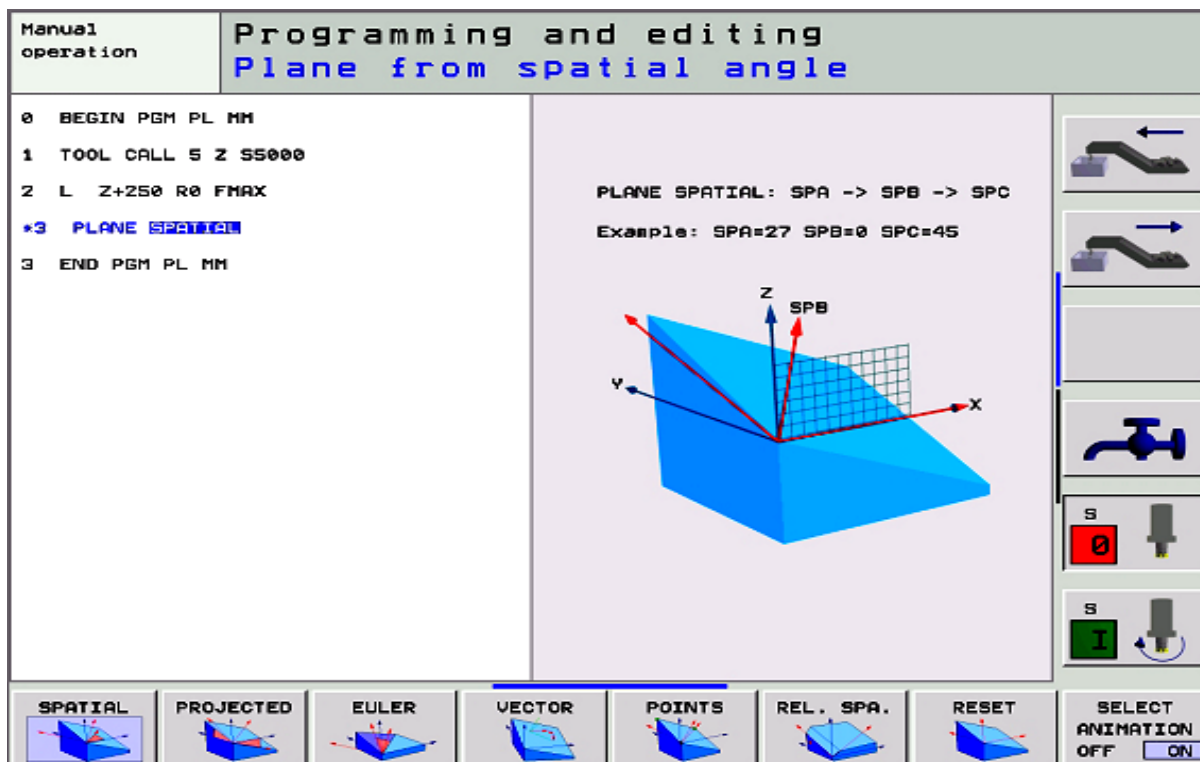

Рис. 5.9. Обработка наклонной плоскости
- выбором **PLANE**-функции: Softkey **НАКЛОН ПЛОСКОСТИ ОБРАБОТКИ**, нажать. УЧПУ указывает на линейке программируемых клавиш, находящиеся в распоряжении возможности дефиниции (рис. 5.9).